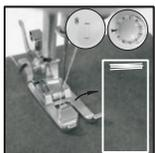

Fig. 17
- (1) Ponga la tela debajo del pie prensatela y bájelo donde usted necesite hacer el ojal. A continuación, elija el patrón de puntada #8.
- (2) Encienda el interruptor y cosa 5 o 6 veces en poca velocidad. A continuación, apague el interruptor (Fig. 17).